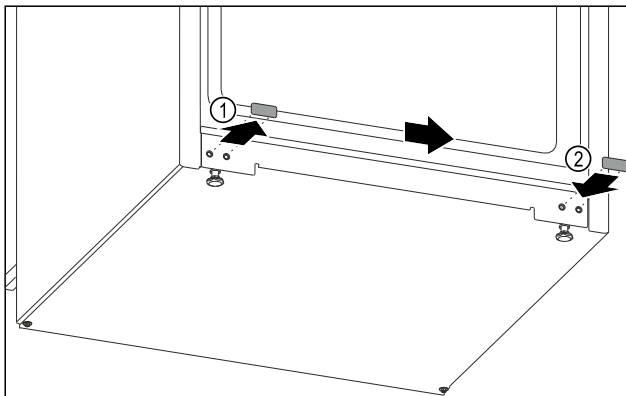

Fig. 10
- ▶ Витягніть заглишки. Fig. 10 (1)
- ▶ Вставте заглишки з протилежного боку. Fig. 10 (2)